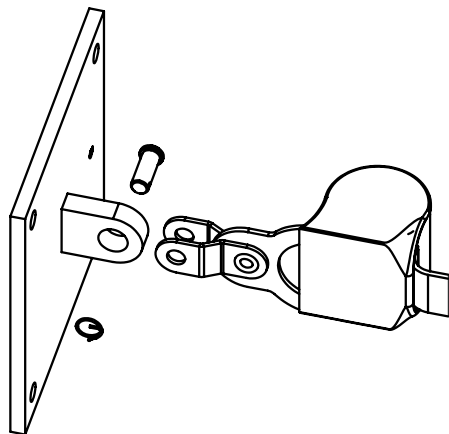

fig. 2.9: Instalação do absorvedor de energia
- Para o instalar, retire o anel segmentado de segurança e o pino de um dos dois lados do absorvedor de energia, alinhe a forquilha do absorvedor de energia com a peça final e, em seguida, monte novamente o pino e o anel segmentado de segurança. (fig. 2.9).